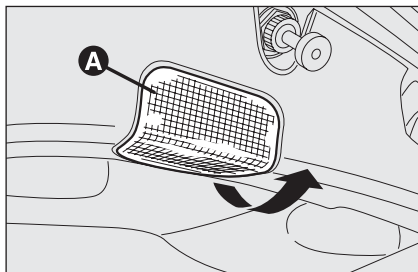

fig. 40
- ☐ saque la lámpara **A-fig. 40** intervinando en el sentido indicado por la flecha;